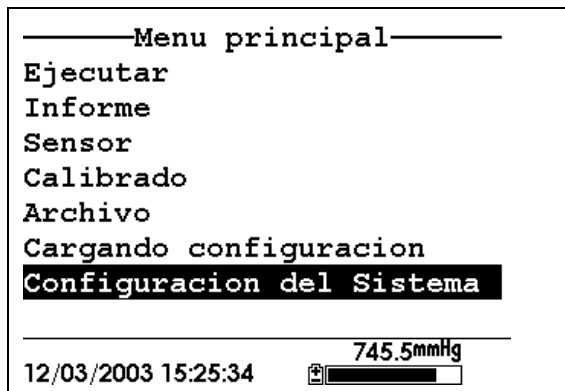

Imagen 10.1 Menú Principal
2. Use las flechas para seleccionar la opción del Filtro de Datos Ver Imagen 10.1 .
2. Use las flechas para seleccionar la opción de Identificación. Ver Imagen 10.1 .
2. Use las flechas para seleccionar la opción de Nombre de Archivo GLP. Ver Imagen 10.1 .
2. Use las flechas para seleccionar la Constante TDS. Ver Imagen 10.1 .